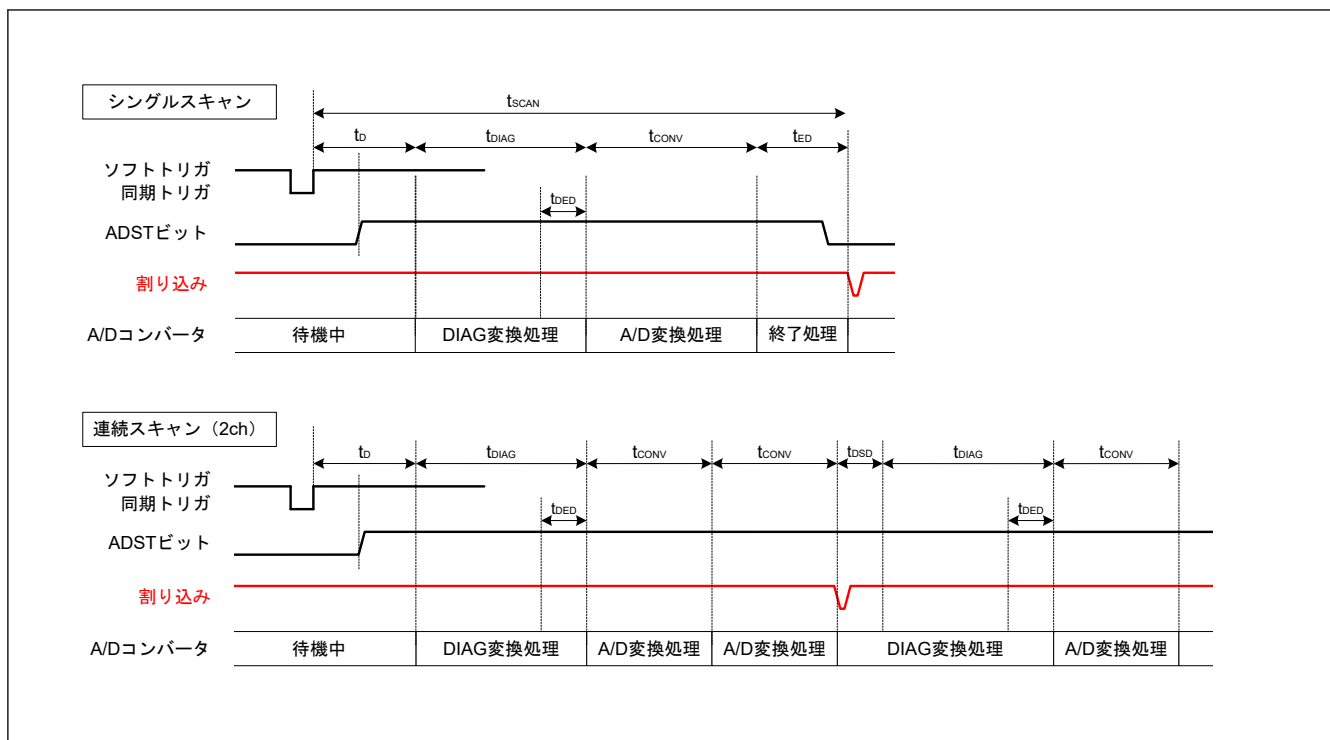
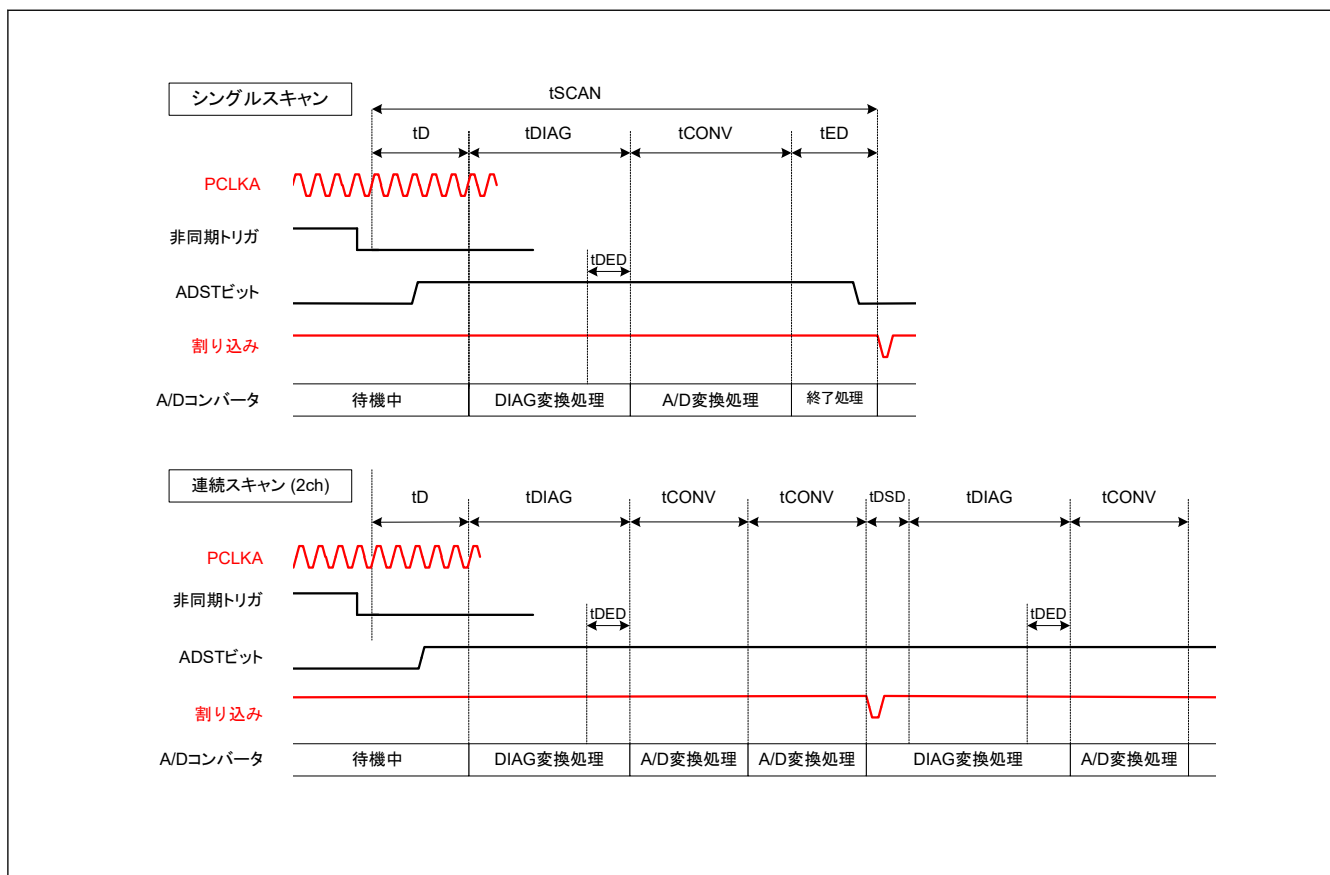

図 37.26 スキャン変換のタイミング (ソフトウェア起動または同期トリガ入力 (ELC) 起動の場合)
図 37.27 スキャン変換のタイミング (非同同期トリガ入力 (ADTRG0) 起動の場合)
図 37.26 に、ソフトウェアトリガまたは同期トリガ (ELC) 起動によりスキャン変換を行う場合のタイミングを示します。また、図 37.27 に、非同期トリガ (ADTRG0) 起動によるスキャン変換を行う場合のタイミングを示します。スキャン変換時間 (t_{SCAN}) はスキャン変換開始遅延時間 (t_D)、断線検出アシスト処理時間 (t_{DIS}) (注1)、自己診断変換時間 (t_{DIAG} および t_{DSD}) (注2)、A/D 変換処理時間 (t_{CONV})、スキャン変換終了遅延時間 (t_{ED}) を含めた時間となります。
- 注 1. t_D, t_{SPLSH}, t_{DIAG}, t_{CONV}, t_{ED} の各タイミングについては、図 37.26 および 図 37.27 を参照してください。